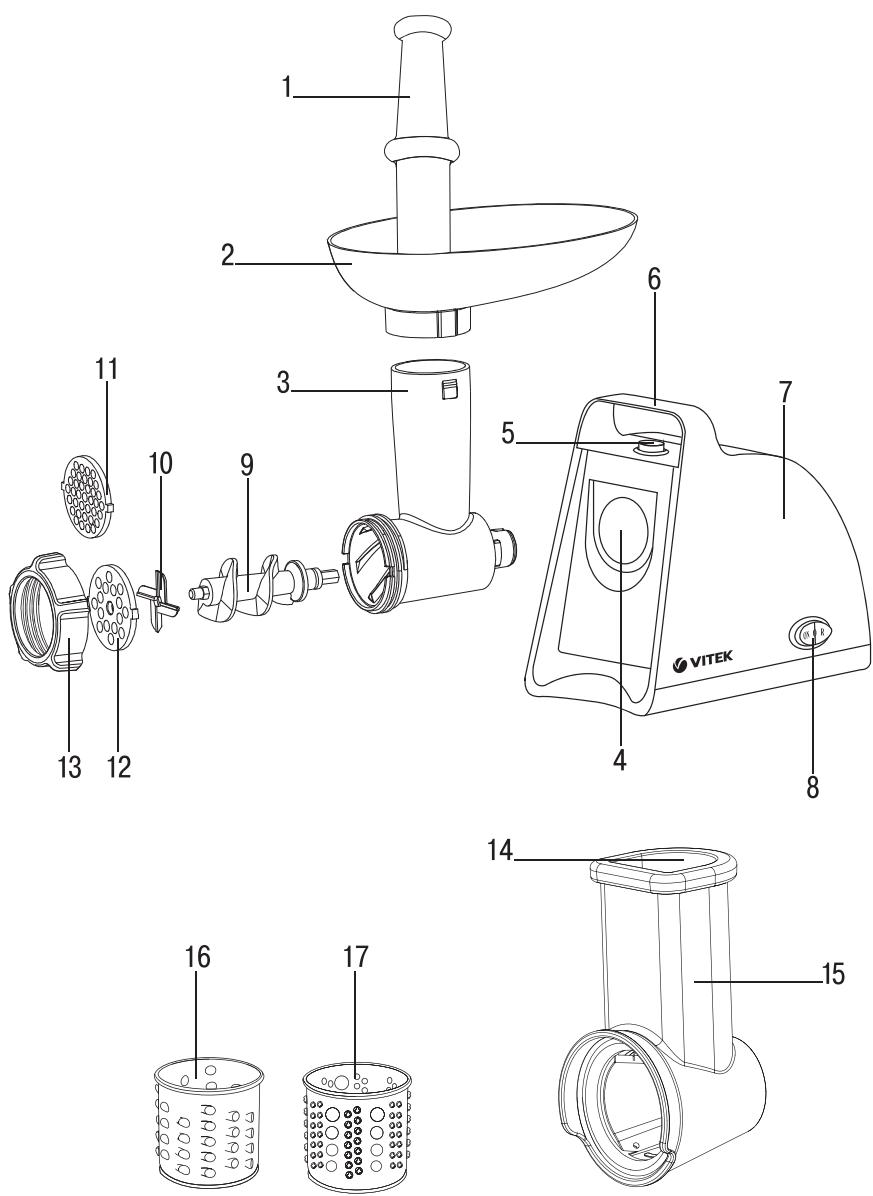

рис.1
- Нажмите и удерживайте кнопку фиксатора головки мясорубки (5).
- Вставьте головку мясорубки (3) в отверстие (4), совместив выступы на головке (3) с отверстиями в месте установки (4), отпустите кнопку (5) (рис. 1).